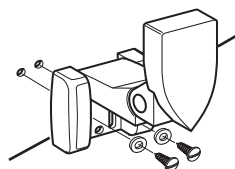

Рис.8:
2. Приложить сборку крепления излучателя к высверленным отверстиям (см. рис.8).